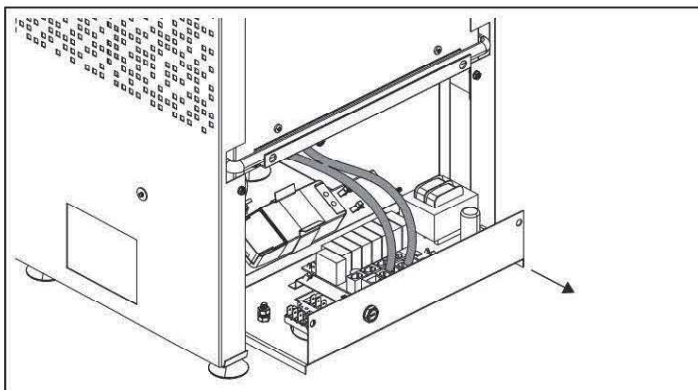
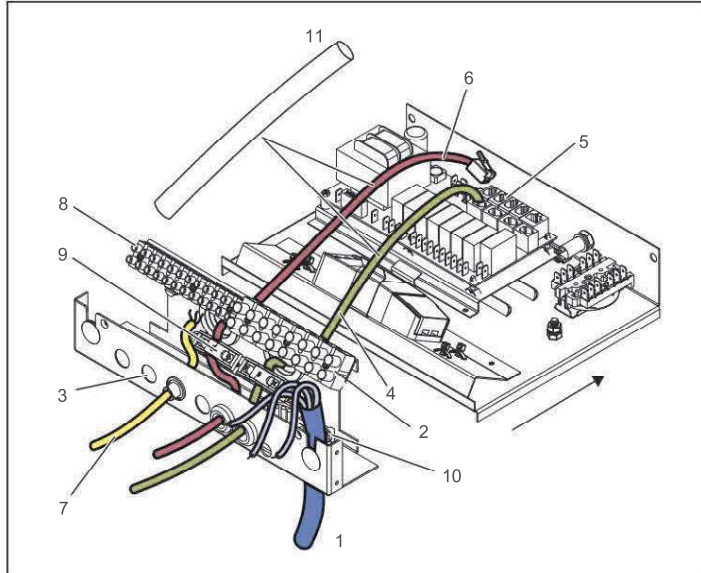
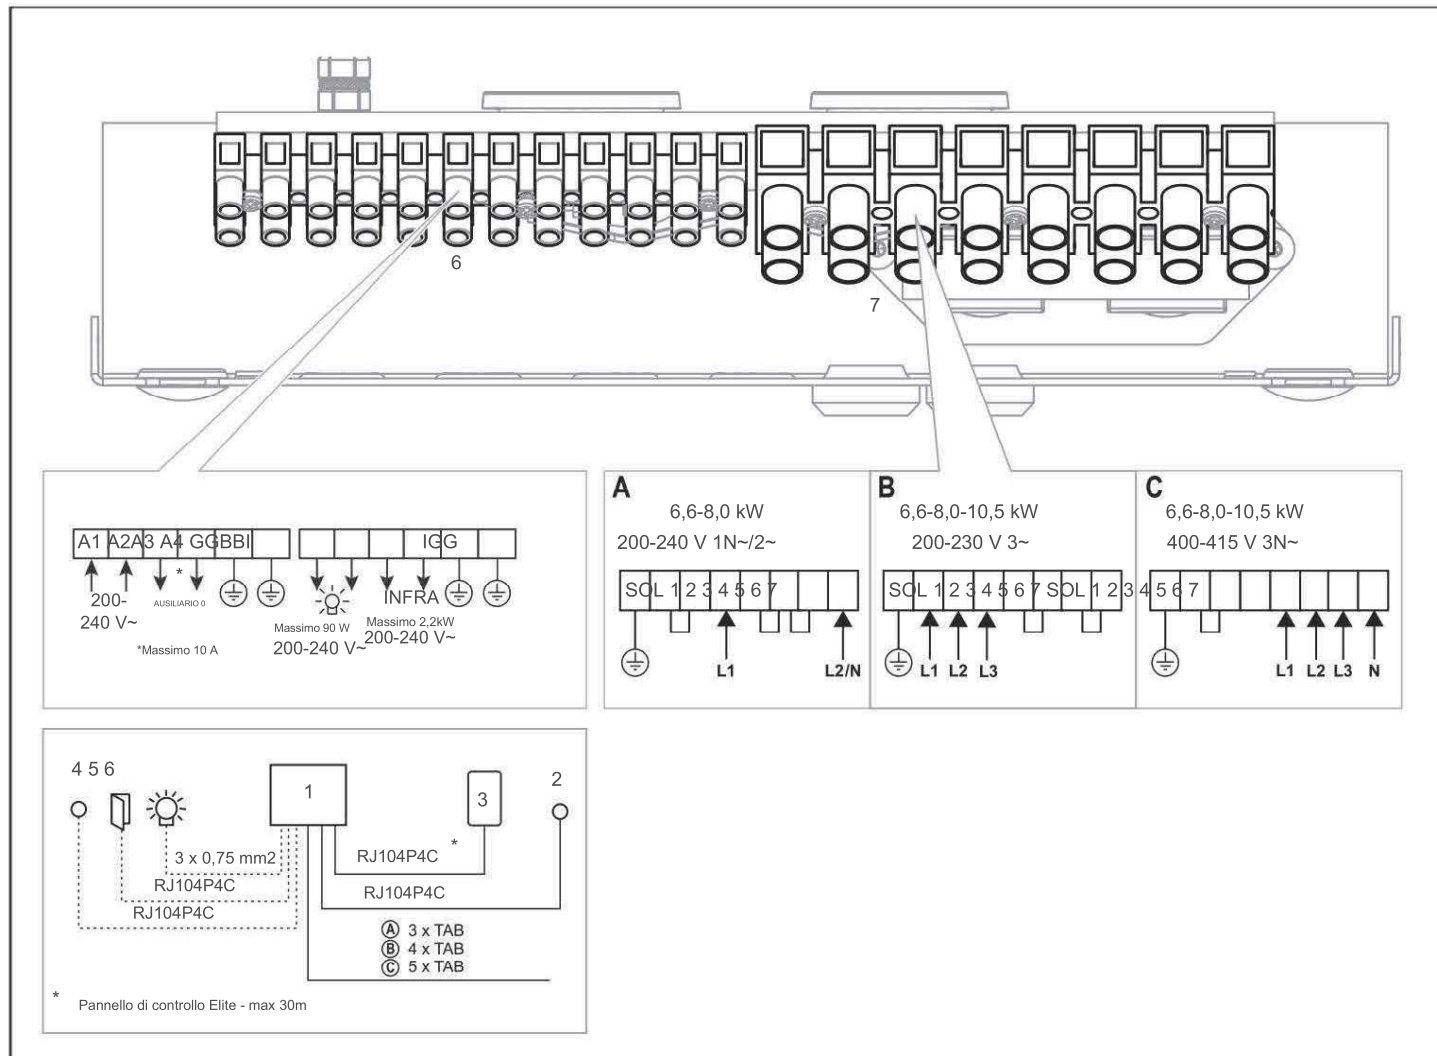
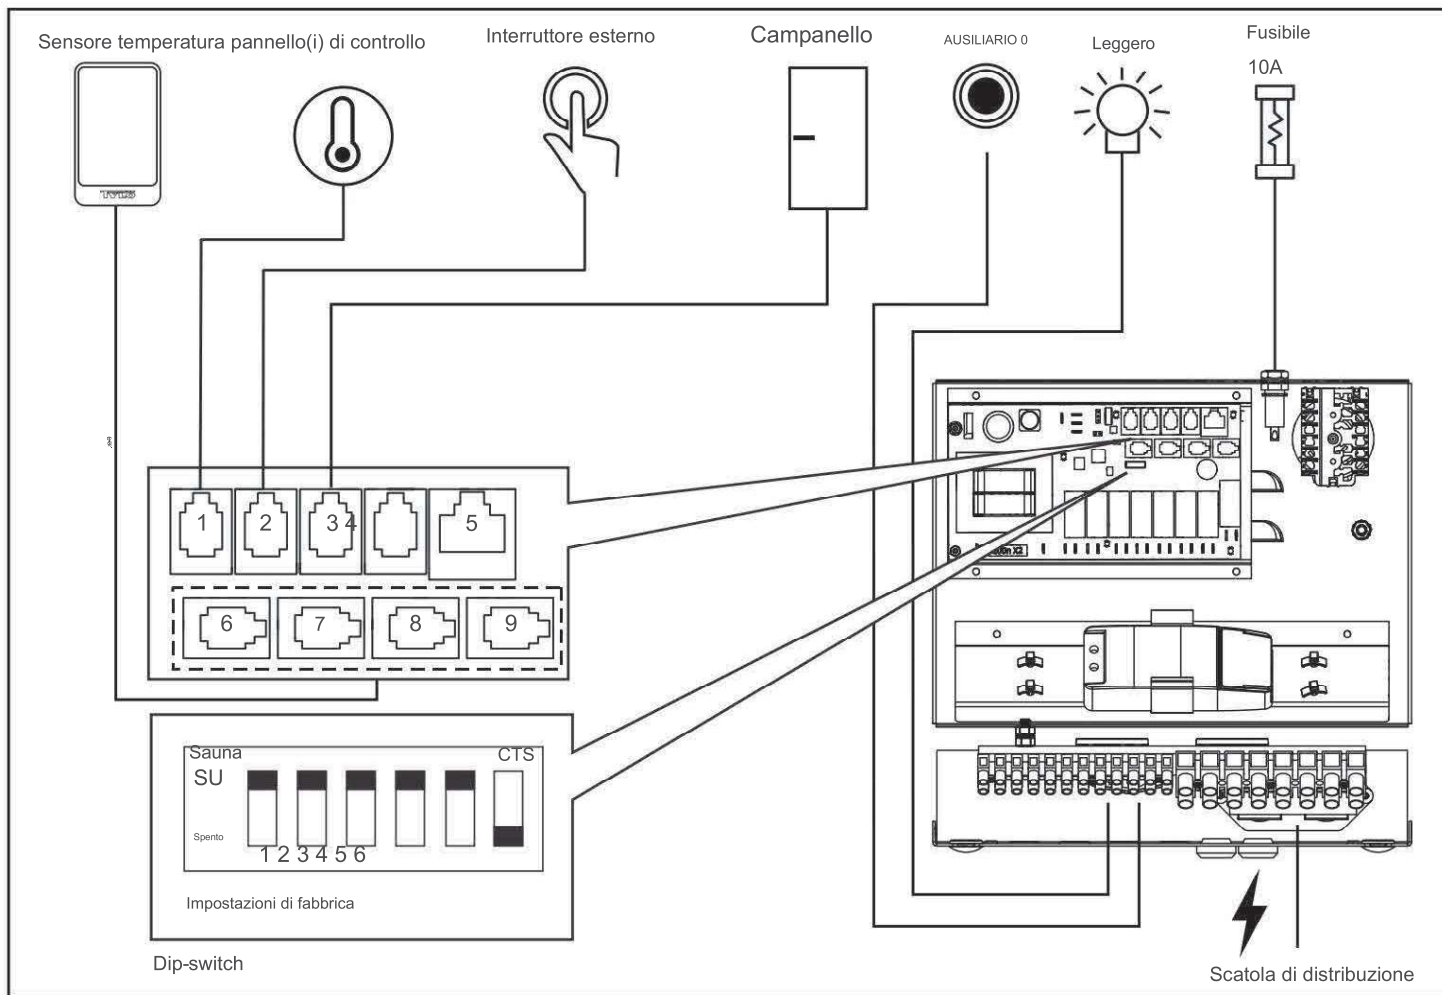

Fig 9: Estrarre il cassetto per un accesso più semplice
Figura 10: Vano elettrico
Figura 14: schema elettrico
Figura 15. Schema di installazione Crown Elite
3. Collegare il cavo di alimentazione (vedere Figura 10) secondo lo schema elettrico (vedere Figura 14).
4. Far passare i cavi per il pannello di controllo e la temperatura sensore attraverso i passacavi (vedere Figura 10). Collegare il cavo della centrale ad uno dei quattro contatti RS485 (posizioni 6-9) (vedi Figura 15).
5. Collegare il cavo del sensore al contatto NTC del circuito scheda (posizione 1) (vedi Figura 15). Aprire il cassetto per tendere i cavi (vedere Fig 9).
6. Collegare il cavo della luce (se pertinente), vedere la Figura 10, in base allo schema elettrico Figura 14.
Contattare il servizio clienti Tylö prima di effettuare il collegamento a tensioni o numeri di fasi non elencati nello schema elettrico Figura 14.